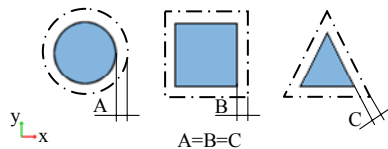

图 2-15 边界偏移
- **【边界偏移】**: 用于输入轮廓偏移值, 负偏移值扩大边界范围, 正偏移值缩小边界范围, 如图 2-15 所示。